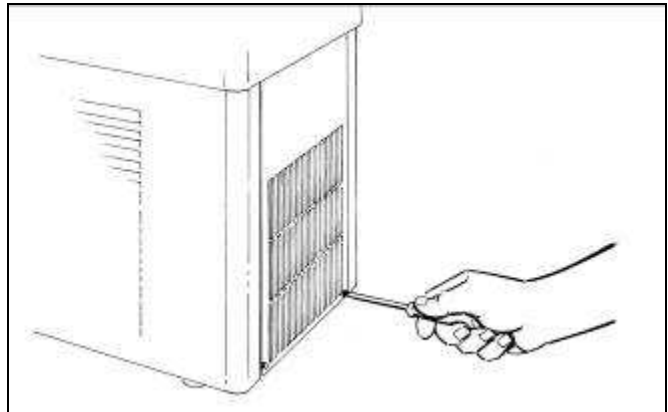

Abb. 28
- GT1: Lösen Sie die zwei Befestigungsschrauben unten an der Geräterückseite und nehmen Sie die Verkleidung ab (Abb. 28).